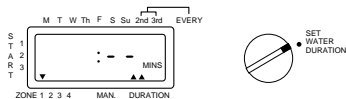

Ilustración 9
3. Oprima **ENTER**. El indicador de zona pasa a la zona 2. El indicador pestañeará — (vea la ilustración 9).